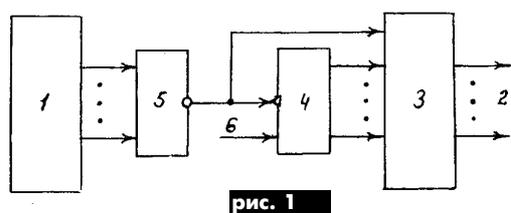
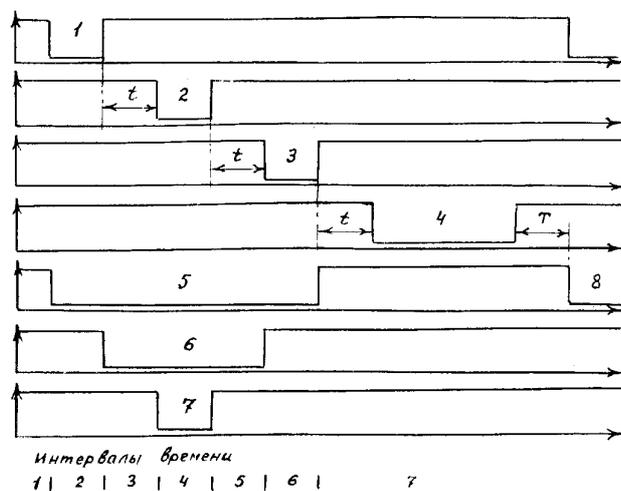

рис. 1
рис. 2
На **рис.1** показана блок-схема ФВД, на **рис.2** - временные диаграммы его работы, на **рис.3** - его принципиальная схема. Для удобства нумерация блоков схемы и микросхем принципиальной схемы, относящихся к этим блокам, одинаковая, например, блок таймеров 1 и микросхема таймеров - DD1, блок памяти - 3 и микросхема памяти - DD3.
Блок таймеров 1 (рис.1) под управлением микроЭВМ формирует на своих выходах последовательность импульсов с запрограммированной длительностью. Поочередно на каждом его выходе появляется импульс, который, пройдя через элемент И (5), подсчитывается счетчиком (4). Выходной код счетчика 4 является адресом выборки информации из блока памяти 3. К одному из адресных входов блока памяти 3 (например, старшему) подключен выход элемента И (5). Поэтому возврат в исходное состояние логических состояний выходов блока таймеров (1) вызывает изменение логического состояния только одного адресного входа блока памяти (3),
В статье В. Ловчук "Три в одном" (см. Радиоаматор 8/2001, с.24) номиналы деталей схемы показаны неполностью. Приводим полную спецификацию к схеме на рис.1: